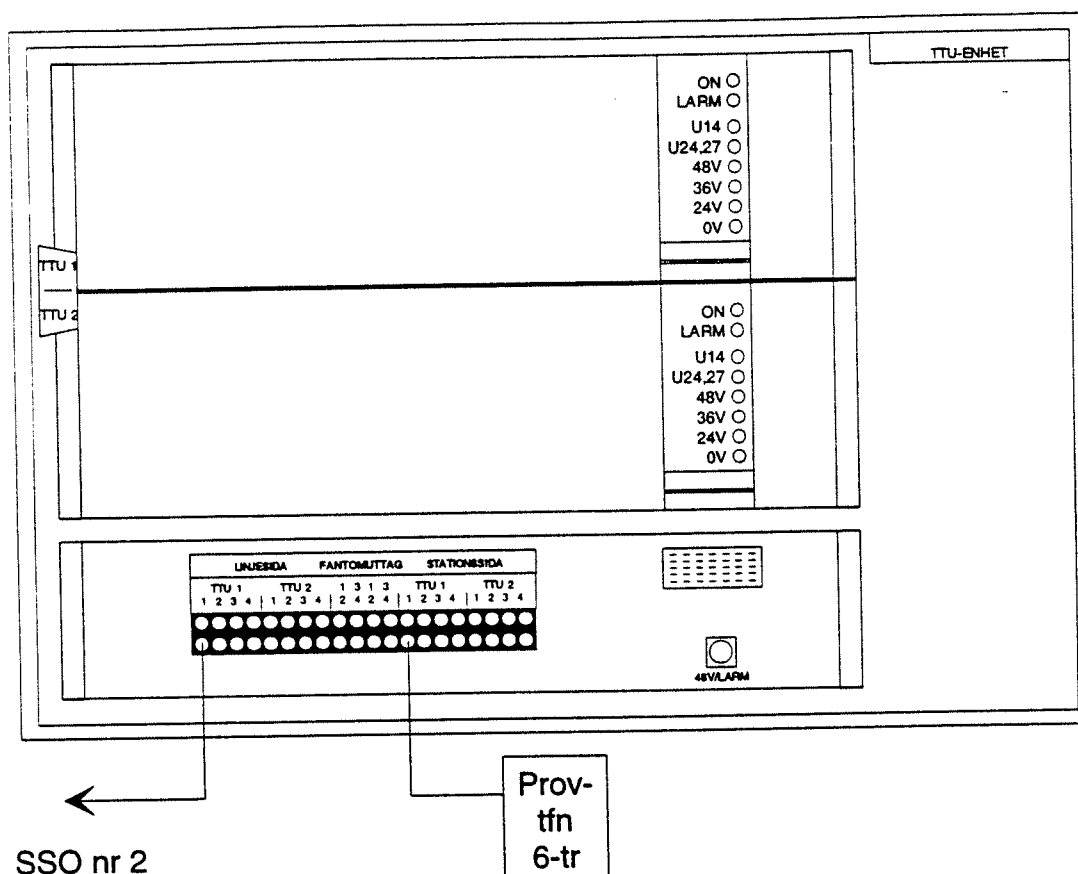

Bild 8. Provuppkoppling TTU.
- Koppla samman kanal 1 i TTU 1 linjesida på 2 st TTU-enheter och anslut provtelefon 6-tr till kanal 1 i TTU 1 stationssida enligt provuppkoppling bild 8 nedan.